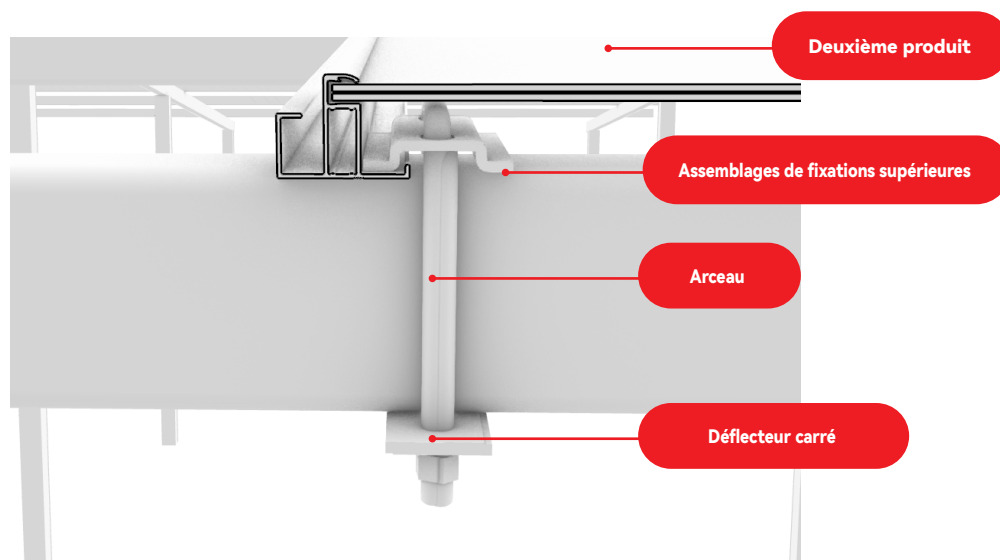

FIGURE 15
⑧ Ensuite, en se référant aux étapes d'installation du premier produit, installer les assemblages de fixation supérieure sur le côté gauche de la partie supérieure du deuxième produit, dont le profil est illustré à la figure 15.